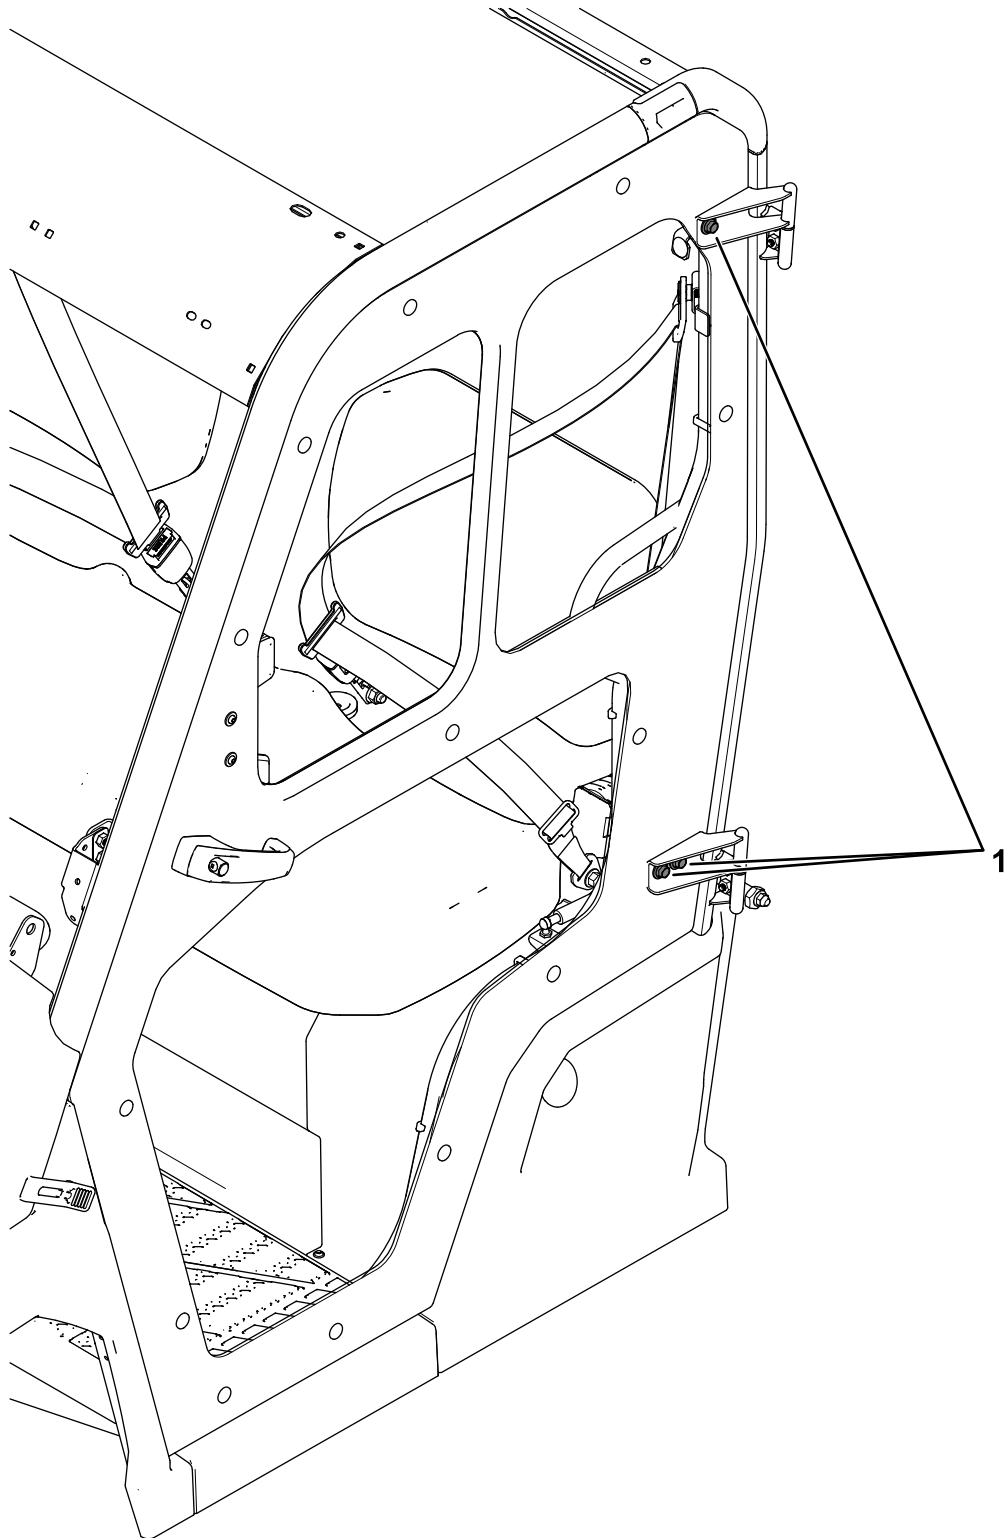

Figure 7
4. Desserrez les 3 boulons à tête hexagonale des charnières de porte (Figure 7).
Puis serrez les 3 boulons à tête hexagonale de charnières de porte (M8 x 25 mm) montrés à la Figure 7 à un couple de 26 N·m.